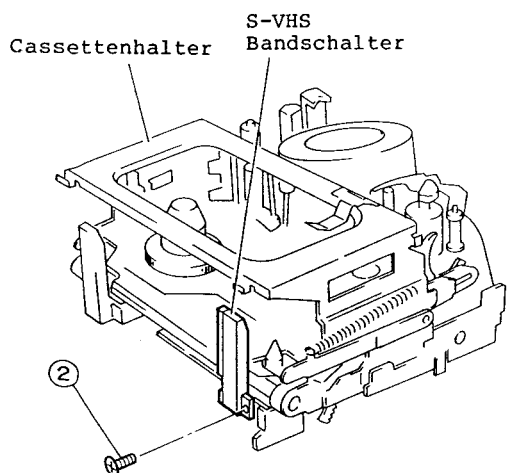

Abb. 2-51-1
2. Eine (1) Befestigungsschraube des S-VHS Bandschalters entfernen (siehe Abb. 2-51-1).